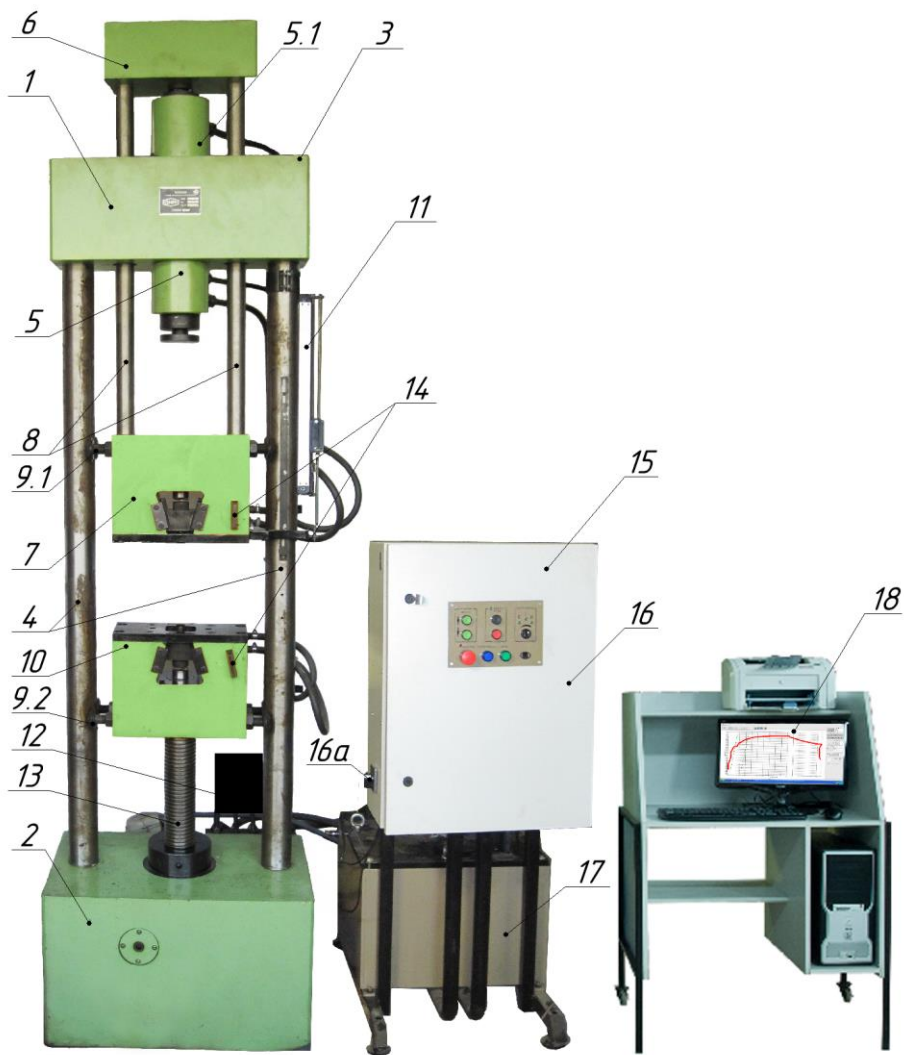

Рис.1 – Машина разрывная испытательная. Общий вид
Машина (рис. 1) представляет собой установку, состоящую из устройства нагружающего (1), масляной станции (15) и ПК (18). Устройство нагружающее предназначено для деформирования и разрушения испытываемого образца.